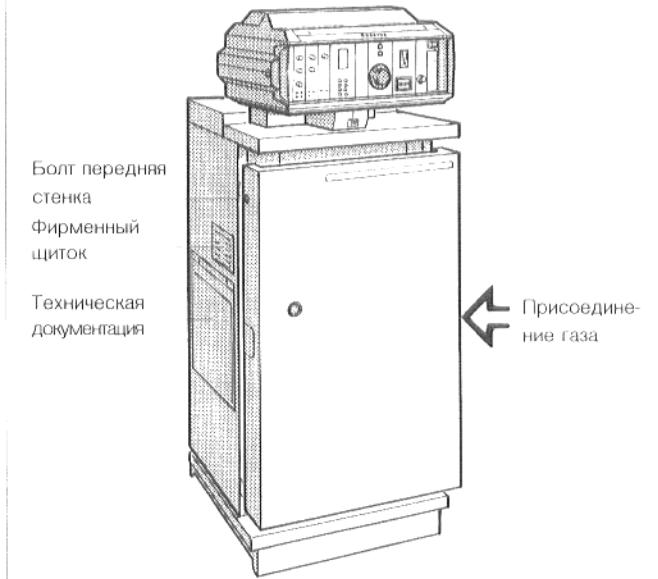

Рис. 18. G_124 L, в полностью смонтированном виде
- УстраниТЬ правую вырезнУЮ деталь для подклюЧения газа, в переднЕЙ стенке (рис. 18).
- Закрепить крепежные болты, вверху сбоку, слева и справа в переднЮЮ стенку (рис. 18).
Фирменный щиток и прозрачный карман с технической документацией (рис. 18), следует перенести с левой стороны на правую, если они там лучше видны.